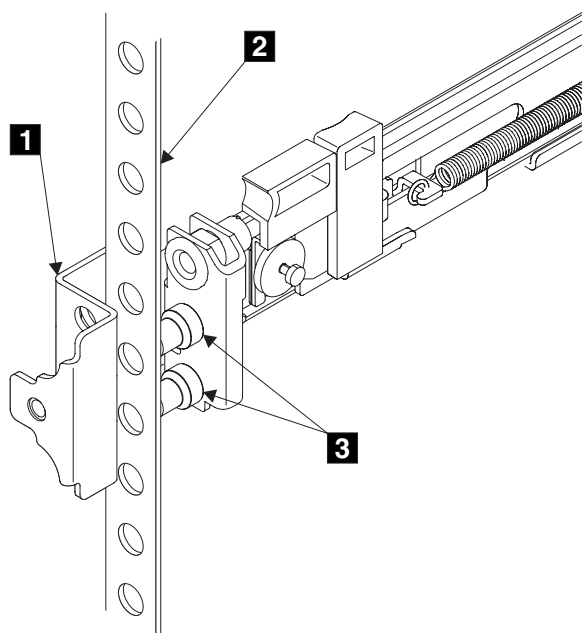

図 39. レールのフロントエンドの取り付け
6. 左レールの前面の端をラック・キャビネットにはめる。前面ブラケットの上端 **1** (図 39) が、ラック上の必要な EIA マーキングに合うように調整します。